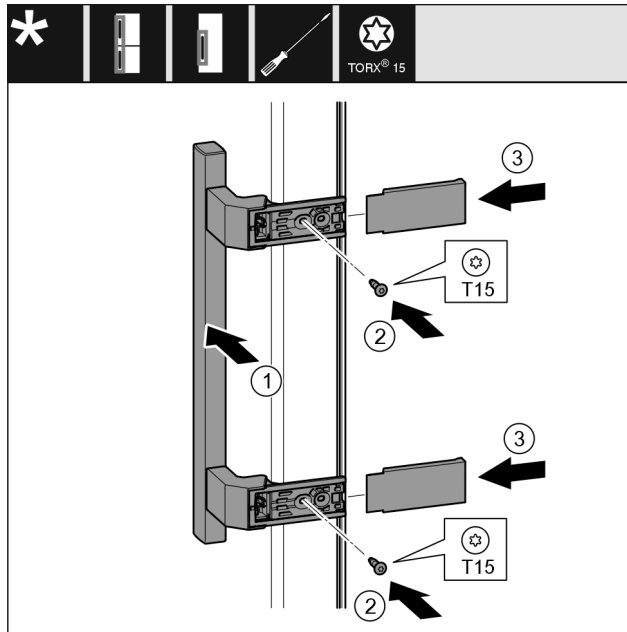

Fig. 36
- Placer la poignée Fig. 36 (1) du côté opposé.
- Serrer les vis Fig. 36 (2) avec un tournevis.
- Placer les caches Fig. 36 (3) sur le côté et les faire glisser.